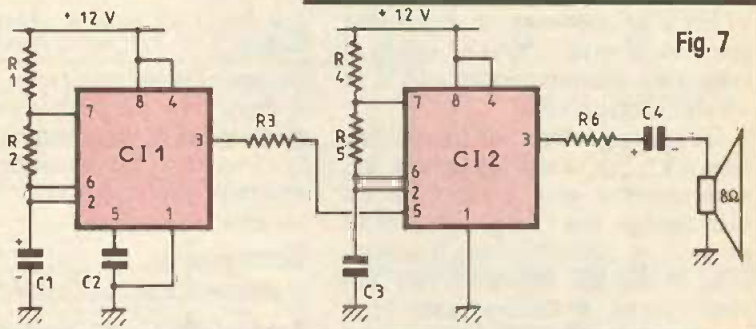

Fig. 7
a) Sonnerie type modulophone (fig. 7)